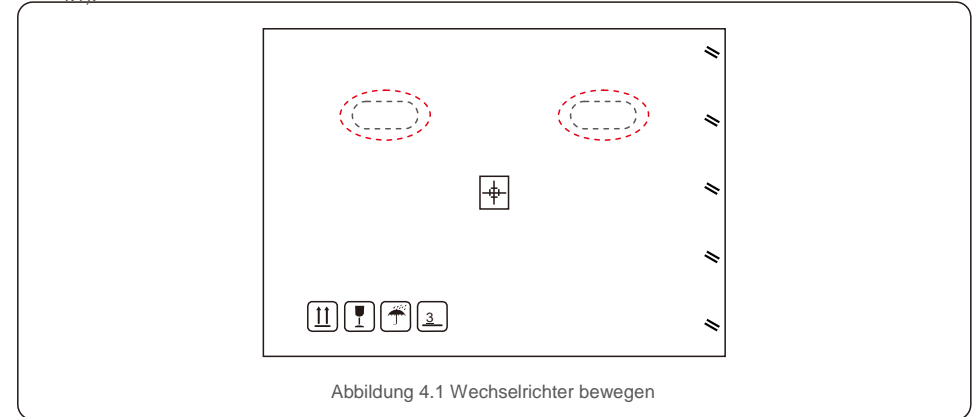

Abbildung 4.1 Wechselrichter bewegen
1. Die roten Kreise unten kennzeichnen Perforationen in der Produktverpackung. Drücken Sie die Perforationen hinein, um Griffe zum Bewegen des Wechselrichters zu bilden (siehe Abbildung 4.1).